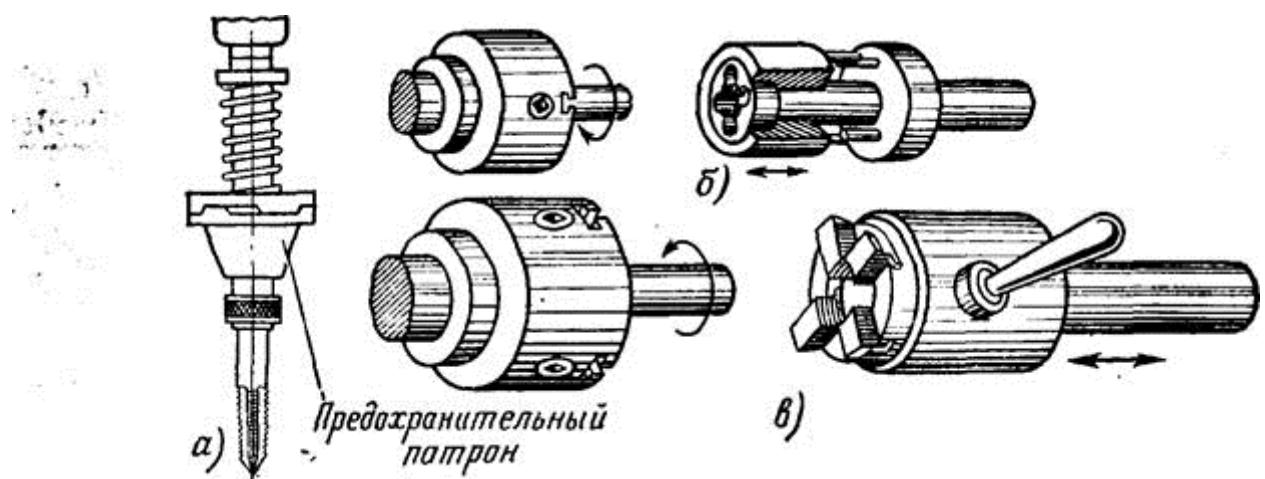

Рис. 13.2. Нарезание резьбы:
- б) нарезание резьбы метчиками, круглыми плашками и резьбонарезными головками (рис. 13.2);